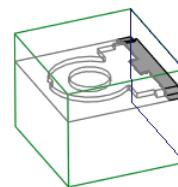

图 14.33 完成后的延伸曲面
③ 在“曲面延伸：曲面延伸”操控板中单击 完成 按钮。完成后的延伸曲面如图 14.33 所示。